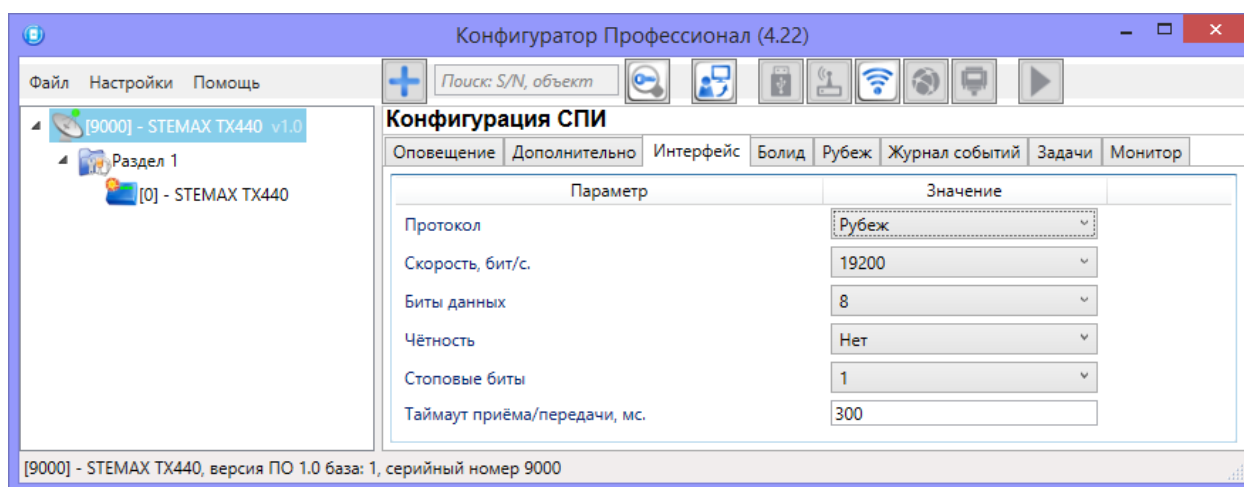

Рисунок 4.24 — Вкладка *Интерфейс*
- На вкладке *Интерфейс* (см. рисунок 4.24) выберите протокол *Рубеж* и укажите скорость передачи данных модулем сопряжения МС-КП.